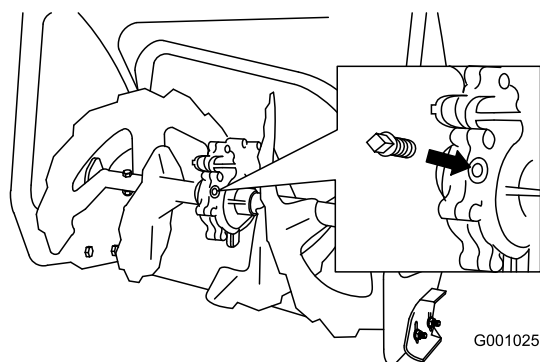

Рисунок 39
- Очистите поверхность вокруг пробки редуктора (Рисунок 39).